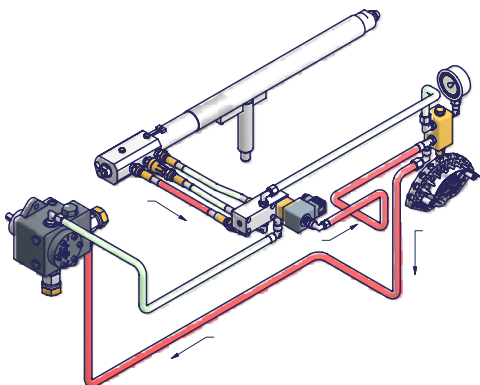

Рис. 21 -Режим ожидания
- 13 Сместить кулачок IV (малое пламя на мазутном топливе) в сторону минимальной мощности, с тем, чтобы сервопривод начал закрываться, до тех пор, пока два подшипничка не совместятся с регулировочным винтом, относящимся к самой низкой точке: закручивать винт **V2** для увеличения расхода, откручивать - для уменьшения, с целью получения значения давления, как на графике на Рис.21, на основании требуемого расхода.